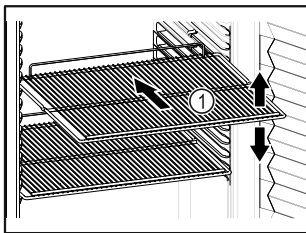

Fig. 20 Esimerkkikuva
- Sovita siirrettävät ritilätasot Fig. 20 (1) korkeuden mukaan.